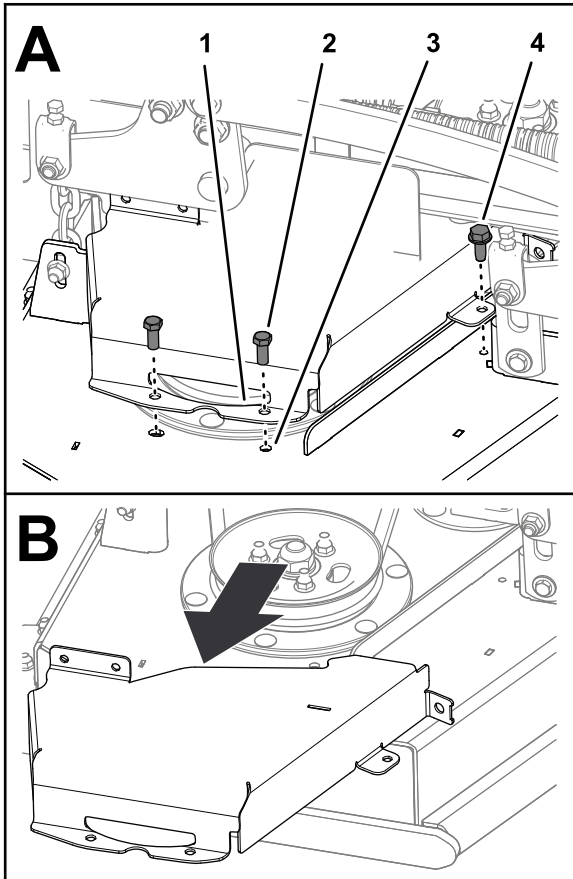

図 39
- 右側ベルトカバーをデッキに固定しているボルト2本とフランジヘッドねじを外してカバーを外す 図 39。